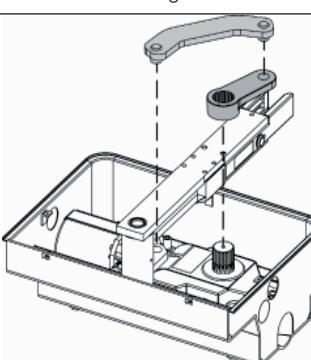

Fig. 13a
- Posizionare l'operatore sulle apposite viti di fissaggio presenti sul piano della cassetta portante e fissarlo tramite i dadi e le rondelle in dotazione (fig. 13a e 13b).
- Chiudere manualmente l'anta ed inserire le leve di trasmissione in dotazione come da Fig. 13a.